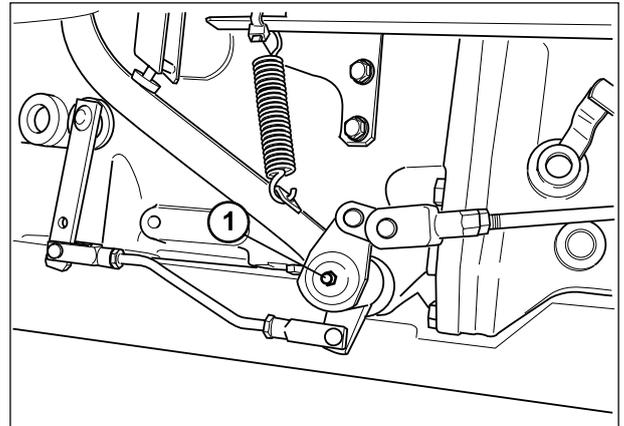

Fig. 5-21 - Pino de articulação das alavancas de comando dos travões mecânicos (2 copos de lubrificação).
- Veio transversal de comando dos travões: dois copos de lubrificação (1 - Fig.5-21).